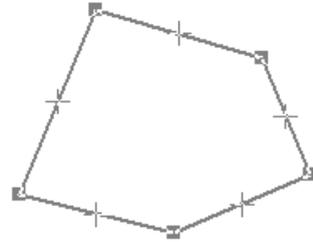

Рис. 6.24. Графическое редактирование полигонов.
3. На каждом сегменте границы появятся по 3 маркера-манипулятора (рис. 6.24). Щелчок на маркере-манипуляторе, расположенном в вершине полигона, позволяет перемещать ее по чертежу, а щелчок по маркеру в центре сегмента добавляет новую вершину и разбивает сегмент на две части.